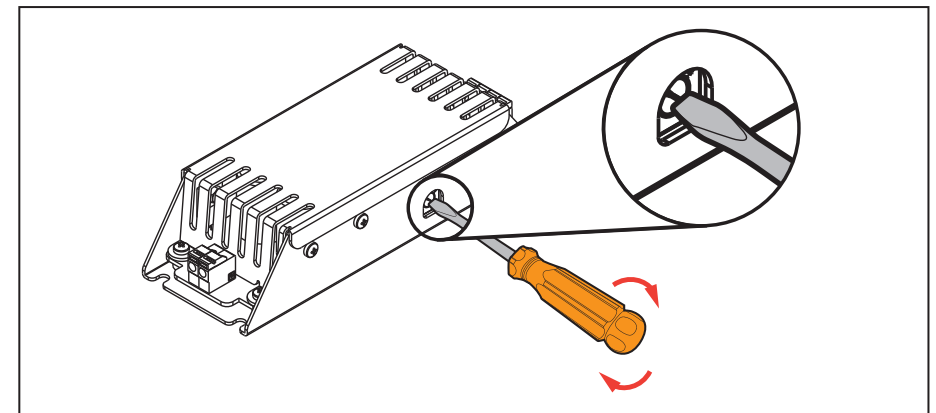

Figure 1. Tourner le cadran avec un tournevis
- Jandy® : Série J (1)
- Hayward® Industries : Série H (2)
- Pentair® Water Pool and Spa, Inc. : Série P (3)
2. À l'aide d'un tournevis à tête plate, tournez le cadran sur le côté de l'adaptateur DEL Smart Sync jusqu'au numéro correspondant à la série que vous souhaitez sélectionner (voir l'autocollant sur l'adaptateur DEL). Voir la figure 1.